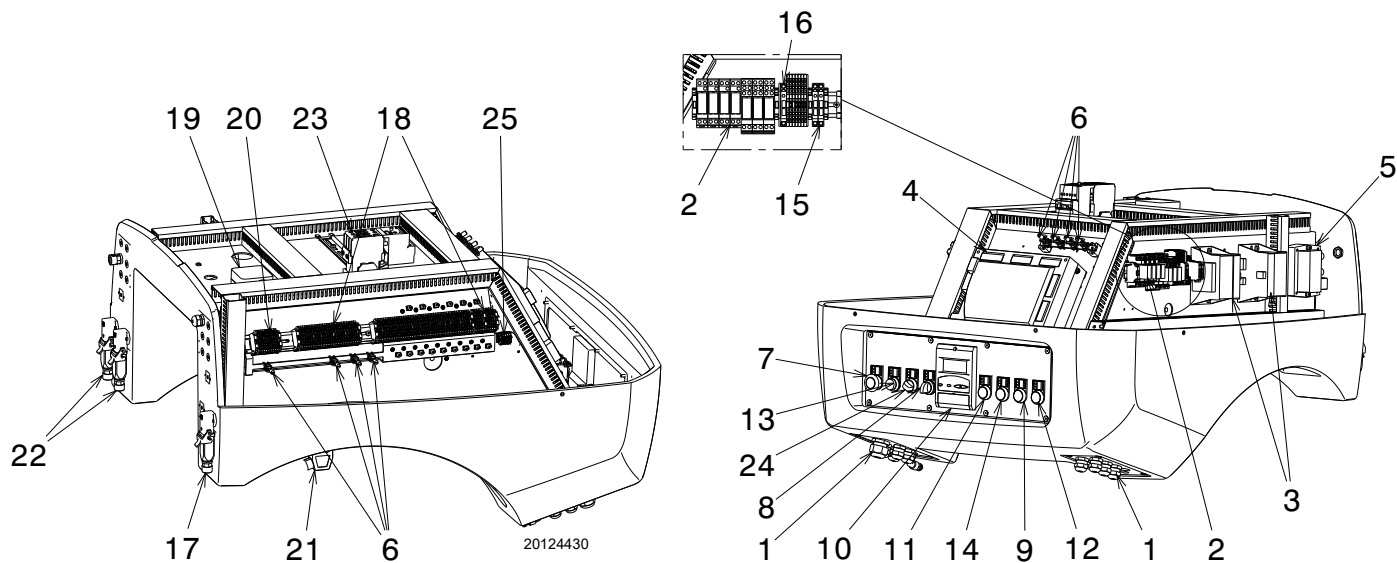

Fig. 6
- **Blocage de la boîte de contrôle:** l'allumage du bouton (DEL rouge) 13)(Fig. 6) avertit que le brûleur est mis en sécurité. Pour le débloquer, appuyer sur le bouton 13)(Fig. 6) ou utiliser l'afficheur.